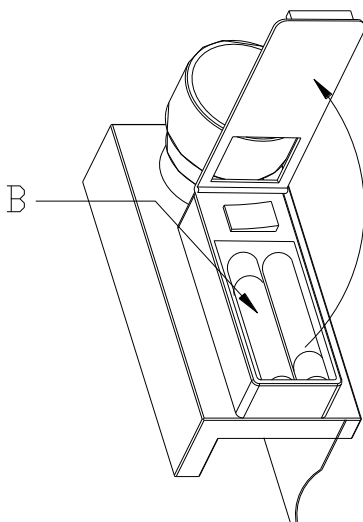

Figura 2
- Para acceder al alojamiento de las pilas, abrir la tapa del mismo (ver la figura 2).